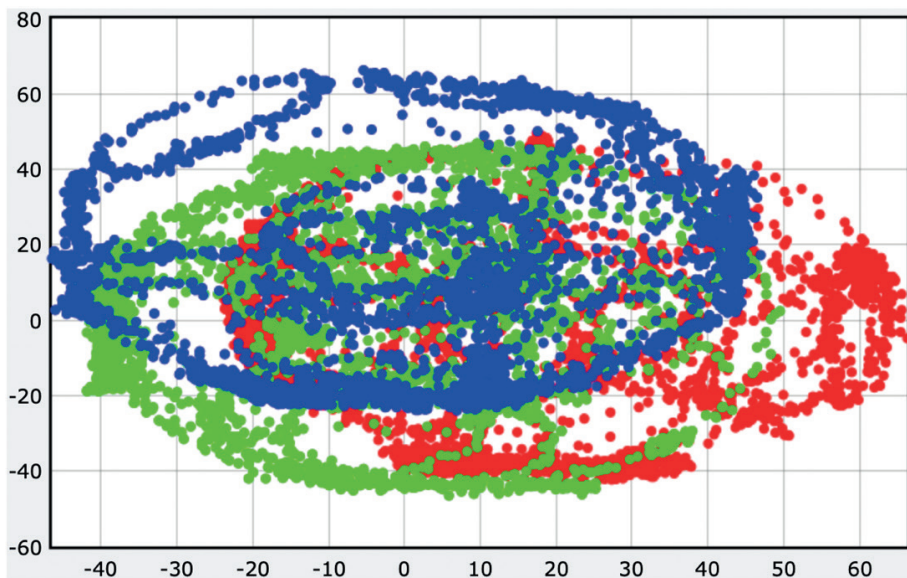

Рис. 16.13. Калибровка магнитометра: правильный набор данных
12. Поверните робота вокруг оси x (длина робота), а затем вокруг оси z (высота). Чем больше углов вы охватите, тем лучше. Чтобы заполнить пробелы, несколько раз переместите робота по «восьмерке». Результат должен выглядеть так, как показано на рис. 16.13.
На рис. 16.13 показан правильный набор данных с тремя кластерами (красный, зеленый и синий) в виде эллипсов. Обратите внимание, что здесь есть значения, выходящие за пределы кластеров. Такие точки возникают, когда робот находится рядом с магнитными объектами, – остерегайтесь их!